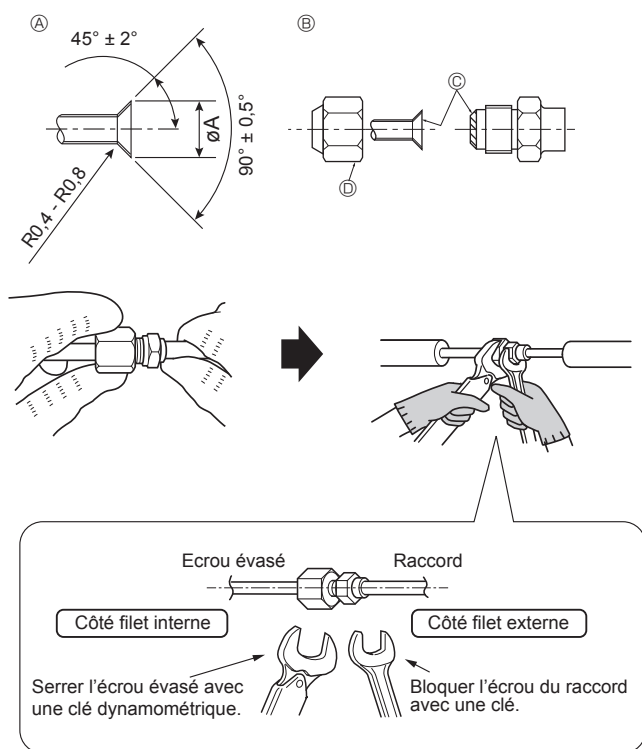

Fig. 4-2
4.3. Connexion des tuyaux (Fig. 4-2)